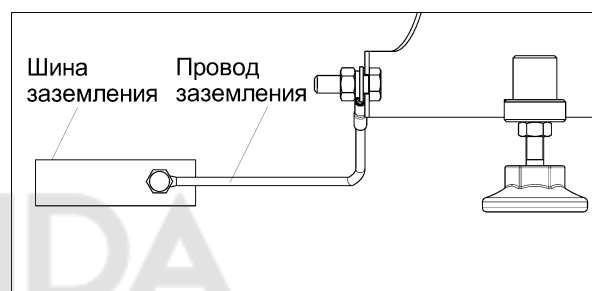

Рисунок 3.
(1) Подсоедините заземляющий провод к болту заземления бойлера (см. рис.3), сечение провода не менее 1мм²;
(2) Подсоедините заземляющий провод к заземляющей шине или другой точки заземления.